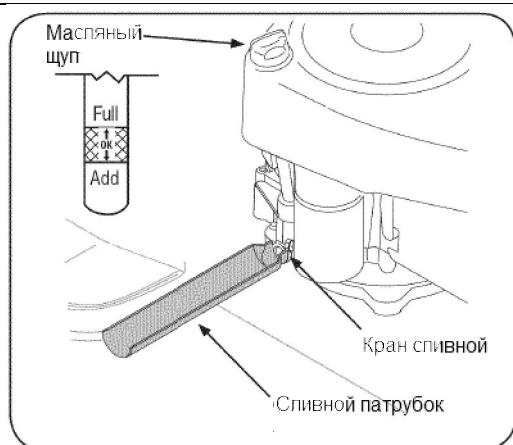

Рис. 9
- 3. Извлеките щуп и проверьте уровень масла. Уровень масла должен быть на отметке верхней риски щупа FULL. См. Рис. 9.
2. Открутите крышку масляного щупа и извлеките его из заливной горловины. См. Рис. 9.